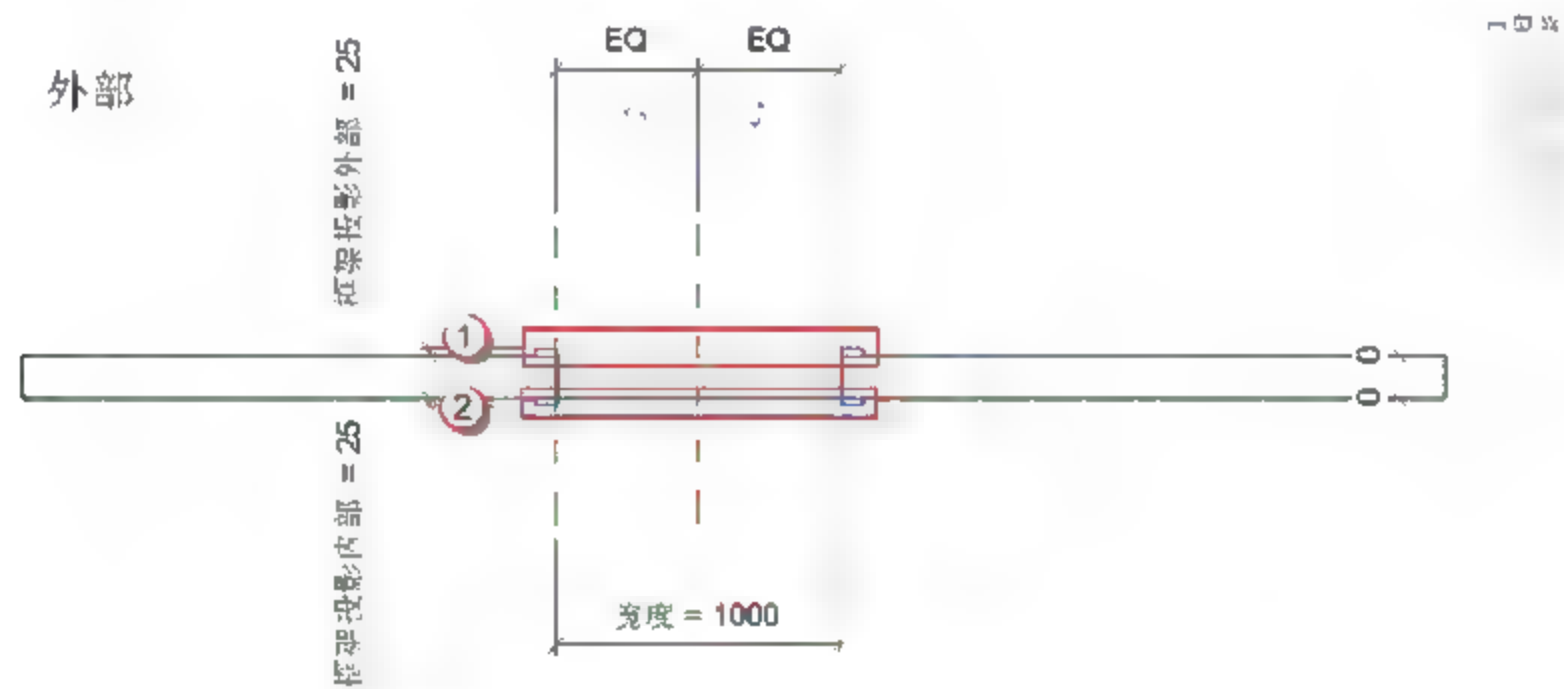
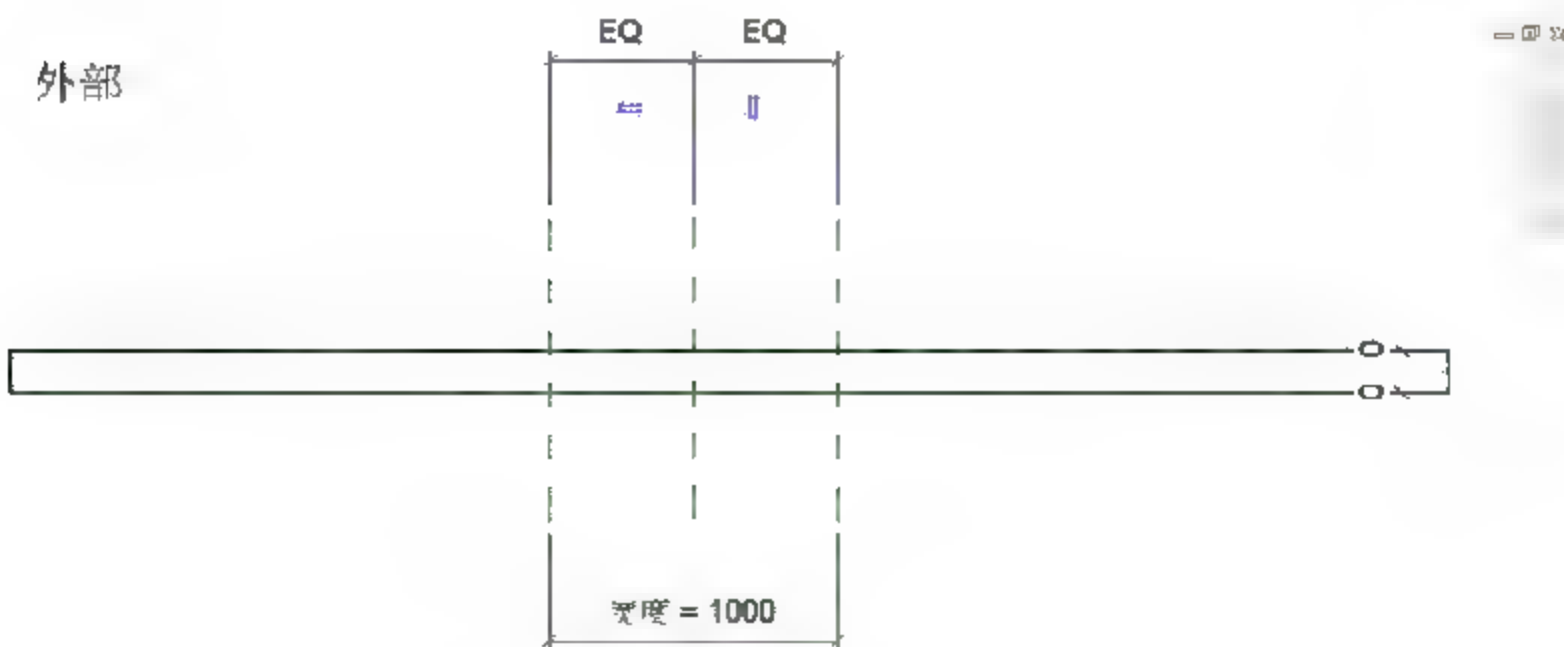

图 6.3.40 选定“框架/竖挺：拉伸”
图 6.3.41 删除“框架/竖挺：拉伸”
(2) 删除公制门框架。按 Ctrl 键，多选上“框架/竖挺：拉伸”，如图 6.3.40 所示，按 Delete 键将其删除，删除后如图 6.3.41 所示。